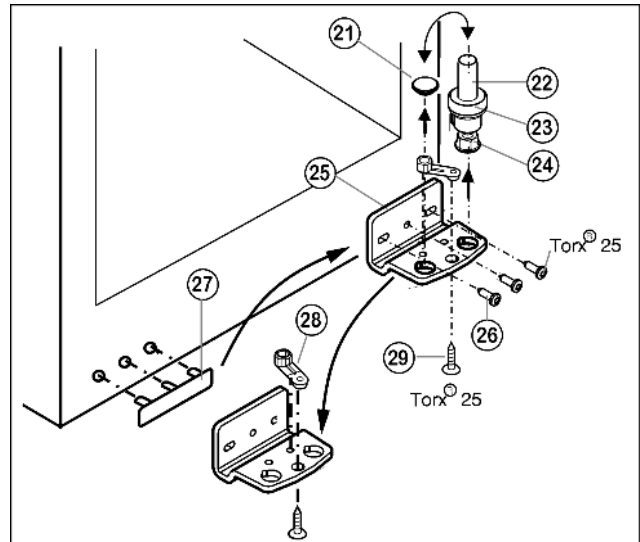

Fig. 5
- ▶ Извлеките опорный винт Fig. 5 (22) в комплекте с шайбой Fig. 5 (23) и регулируемой опорой Fig. 5 (24), вытягивая его вверх.
- ▶ Снимите пробку Fig. 5 (21).
- ▶ Открутите Fig. 5 (26) опорный кронштейн Fig. 5 (25).
- ▶ Открутите Fig. 5 (29) опорную деталь Fig. 5 (28) и, переставив в отверстие на противоположной стороне опорного кронштейна, снова прикрутите.
- ▶ Осторожно снимите и переставьте на противоположную сторону крышку со стороны ручки Fig. 5 (27).
- ▶ Снова прикрутите опорный кронштейн Fig. 5 (25) на новой стороне шарнира (**с моментом 4 Нм**). При необходимости используйте аккумуляторный шуруповёрт.
- ▶ Переставьте пробку Fig. 5 (21) в свободное отверстие.
- ▶ Вновь установите опорный винт Fig. 5 (22) в комплекте с шайбой и регулируемой опорой. При этом фиксатор должен быть направлен назад.
- ▶ Установите дверцу сверху на нижний опорный палец Fig. 5 (22).
- ▶ При необходимости выровняйте дверцу через два продольных паза в нижнем опорном кронштейне Fig. 5 (25) параллельно корпусу устройства. Для этого выкрутите средний винт.